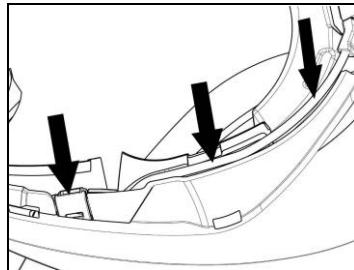

Fig. 14
- Placer kablet indvendigt i styrthjelmen og anbring den højre fastspændingsclips det pågældende sæde (Fig. 14).